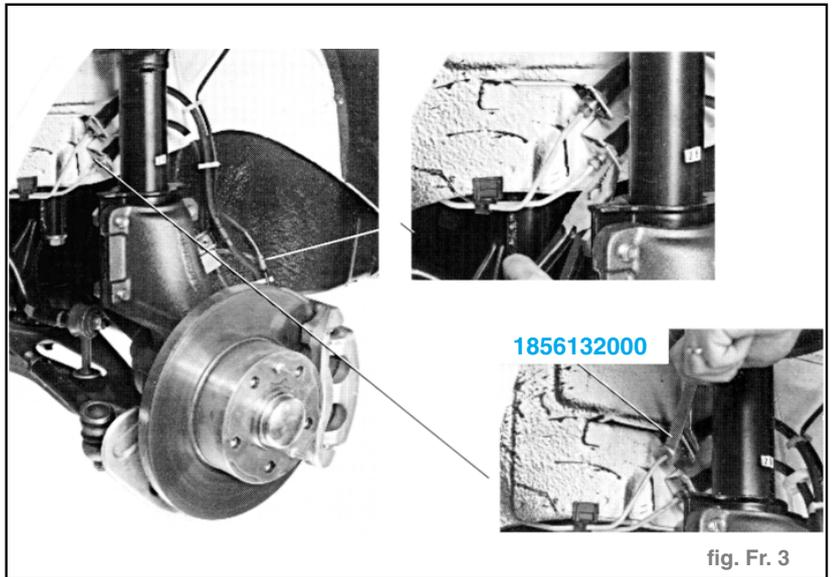

fig. Fr. 3
- Pour le démontage des canalisations de freins, utiliser la clé **1856132000** en prenant soin d'extraire au préalable les plaquettes d'arrêt des dites canalisations. (fig. Fr. 3)